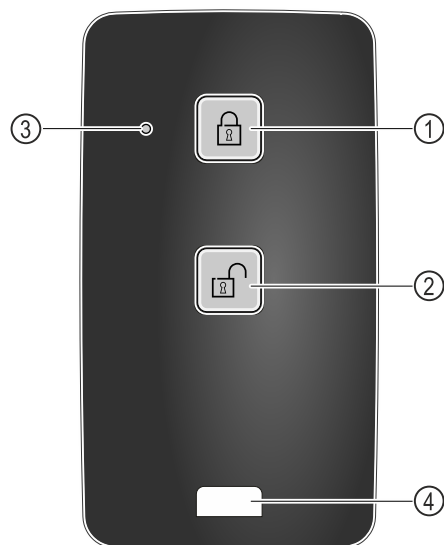

Fig. 219
- ▶ Na dálkovém ovládání stiskněte tlačítko Fig. 219 (1).
- ▶ Na dálkovém ovládání stiskněte tlačítko Fig. 219 (2).
- ▶ Stavová LED Fig. 219 (3) vydá při stisknutí tlačítka optickou zpětnou vazbu.
- ▶ Očko Fig. 219 (4) k upevnění dálkového ovládání, např. na svazek klíčů.